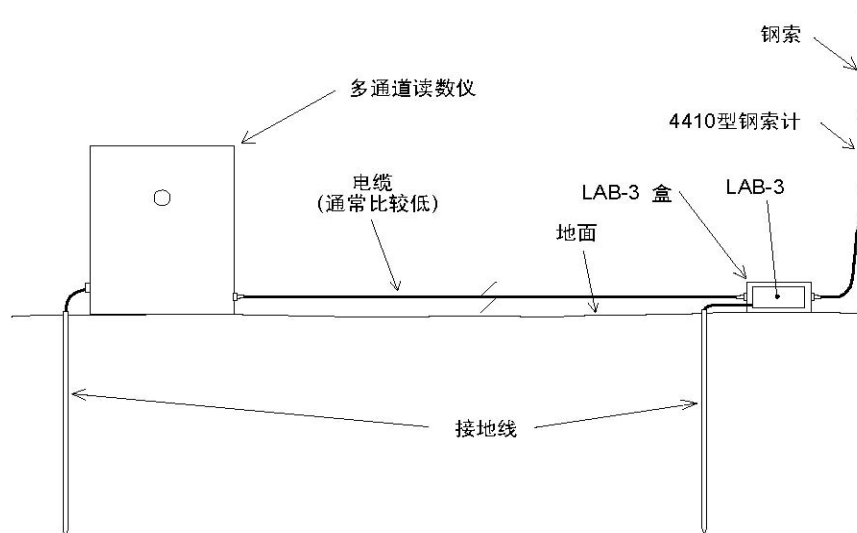

图 3-防雷电示意图
- ◆ 可使用基康供应的雷电放电板和外壳安装在仪器旁边，该放电板外壳具有一个可拆卸的盖，这样在保护板被损坏时，用户可维护这些元件（或替换该保护板）。外壳与地面间有一个连接端子，以促进来自测量仪的瞬间雷电的通过，参见图3。可向厂方